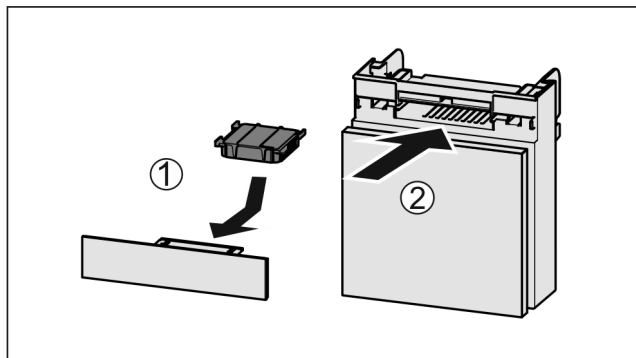

Fig. 57
- ▶ Inserte Fig. 57 (1) el filtro de carbón activado según se indica en la ilustración.
- ▶ Inserte Fig. 57 (2) el compartimento.